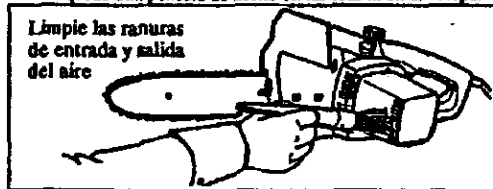

Figura 29
- Use un cepillo pequeño o un chorro de aire de salida de una aspiradora para limpiar la suciedad y el serrín de las ranuras de entrada y salida de aire del cuerpo. Figura 29.